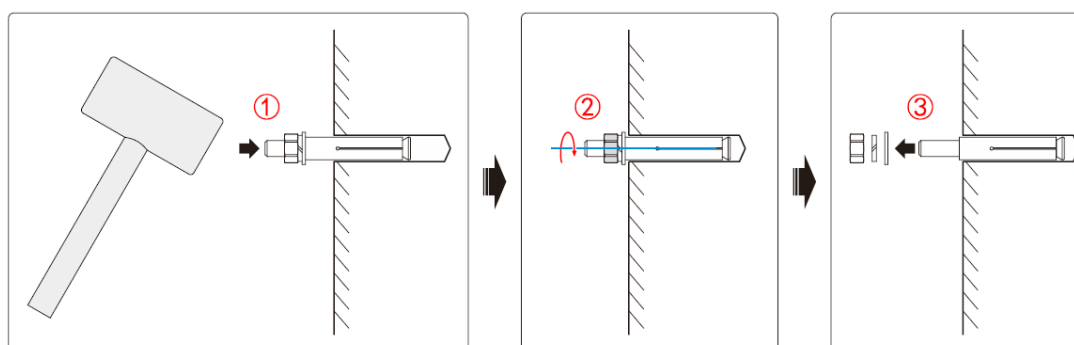

Figura 3-22 Diagrama de instalação dos parafusos de expansão
- Etapa 4 Instale os parafusos de expansão. Instale os quatro parafusos de expansão M10*80 nos orifícios de instalação, como mostrado na Figura 3-22.